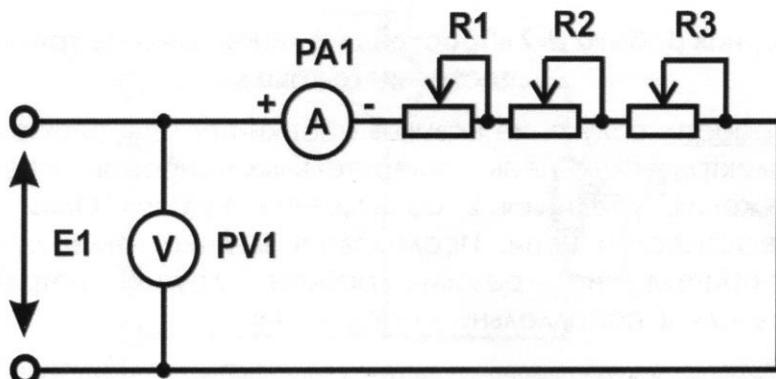

Рис. 3.1 Изучение линейной электрической цепи постоянного тока с последовательным соединением элементов.
3.1 Собрать линейную электрическую цепь постоянного тока с последовательным соединением элементов (рис. 3.1). Установить в соответствии номером варианта (табл. 3.1) величины номинальных сопротивлений резисторов R₁- R₃. На измерителе мощности (ваттметре) установить пределы измерений «1В...40В». Представить схему для проверки преподавателю.